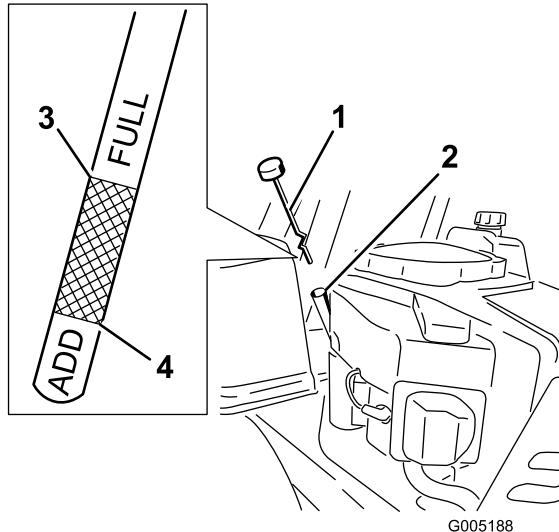

Figura 26
4. Svitate e togliete l'asta; tergete l'olio (Figura 26). Inserite di nuovo l'asta nel tubo e collocate il tappo sul tubo. Non avvitate il tappo sul tubo.
5. Estraete l'asta e controllate il livello dell'olio. (Figura 26). Il livello dell'olio deve raggiungere, ma non superare, il segno "FULL" o "F" indicato sull'asta.
8. Togliete il tappo/asta del rabbocco dell'olio (Figura 26).
14. Versate lentamente nel tubo di rifornimento (Figura 26) l'80% circa dell'olio indicato.
15. Montate il tappo/asta di rabbocco dell'olio (Figura 26).
16. Controllate il livello dell'olio (Figura 26); vedere Controllo del livello dell'olio.
18. Montate il tappo/asta di rabbocco dell'olio e serrarli stretti (Figura 26).